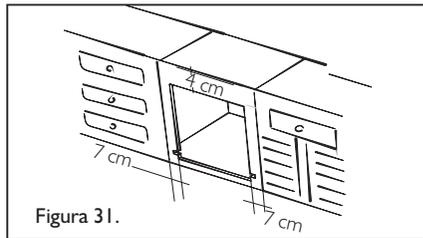

Figura 31.
- En la figura 31 se ilustran las medidas mínimas que se debe dejar después de la perforación donde se empotrará el horno, con el fin de evitar que éste se choque o estrellé contra cajoneras o puertas ubicadas a los lados del producto (Ver figura 31).